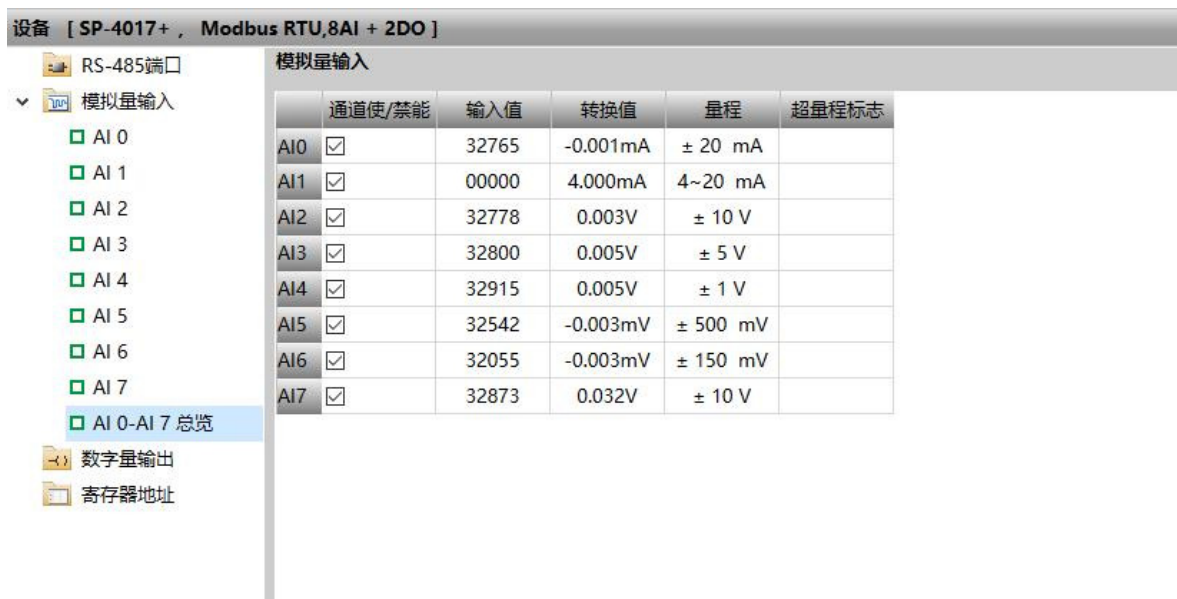

图 7
9、“AI0-AI7 总览”查看 AI0-AI7 当前模拟量输入值，如图 7 所示；